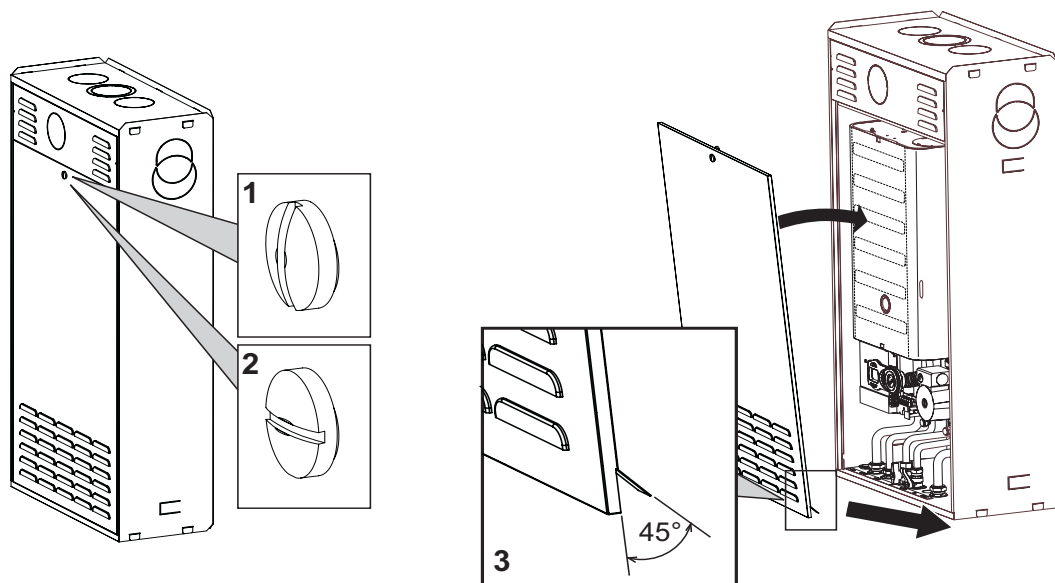

fig. 26 - Apertura e chiusura mantello
- Con una moneta o un cacciavite agire sulla serratura (1 = chiuso - 2 = Aperto - fig. 26).
- Quando si richiude il portellone, verificare che le linguette inferiori siano in posizione corretta (rif. 3 - fig. 26) e si incastrino nelle apposite sedi sull'involucro.